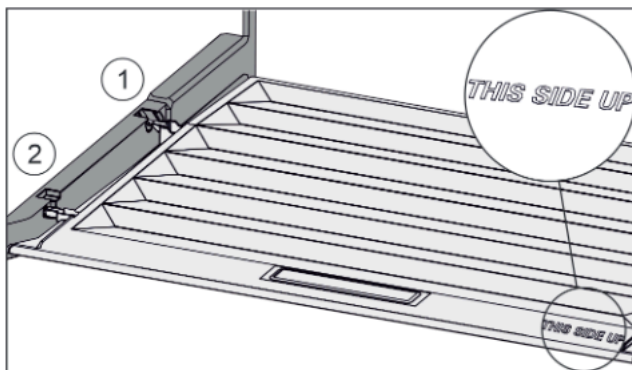

Fig. 45
- ▶ Inserire le nervature del coperchio attraverso l'apertura del supporto posteriore Fig. 45 (1) e innestare anteriormente nel supporto Fig. 45 (2).